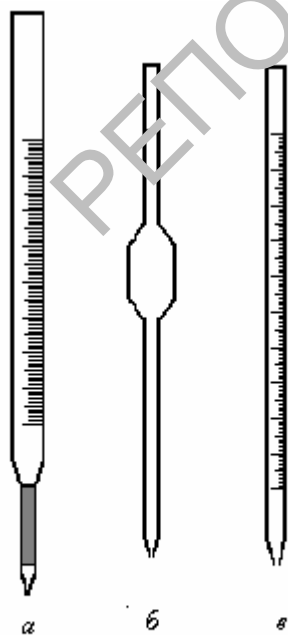

Рис. 3 Мерная посуда, используемая при титровании: а - бюретка, б - пипетка Мора, в - пипетка калиброванная
1. **Закрепите бюретку в штативе.** Бюретка (рис. 3а) должна быть закреплена лапкой в вертикальном положении. Чтобы она при закреплении в штативе не раскололась, предварительно на среднюю часть бюретки наденьте резиновую трубку.